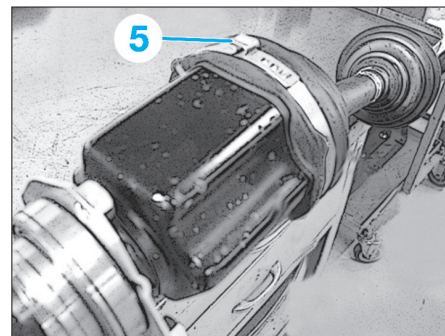

Fig. 12
- le soufflet de transmission (2).
- Nettoyer les demi-arbres (3) et (4).
- le soufflet de transmission neuf (2),
- Assembler le demi-arbre intermédiaire (4) avec le demi-arbre (3).
L'agrafe de fixation (5) du collier du soufflet de protection doit se trouver dans la position indiquée dans l'illustration (Fig.12).